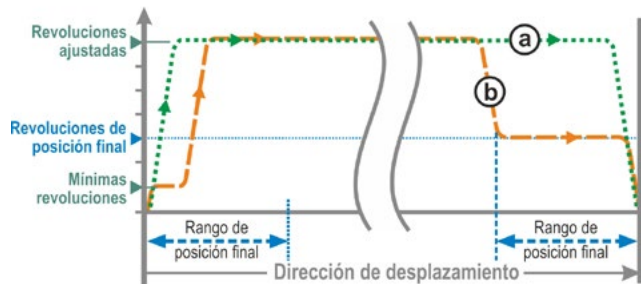

Fig. 3: Revoluciones de posición final "inicio rápido / parada rápida"
- Con apagado **sujeto al recorrido** se reducen las revoluciones poco antes de la posición final, de modo que el actuador entra en parada, sin sobrepasar la posición final, ver fig. 3, curva a.